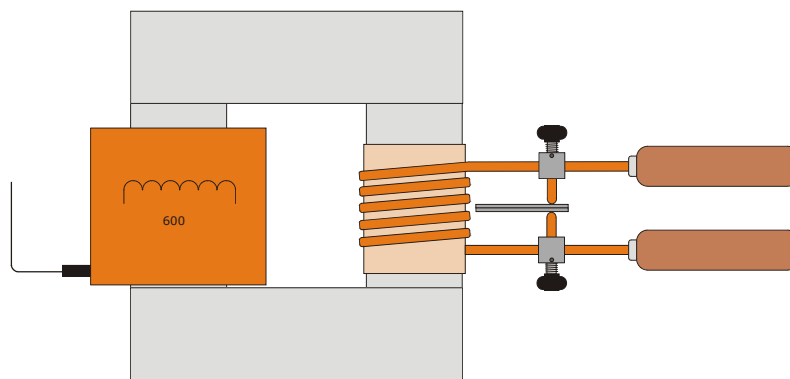

Fig. 1 Solda ponto
- Montar o transformador de alta corrente conforme a fig. 1 e colocar sobre uma superfície resistente ao calor.